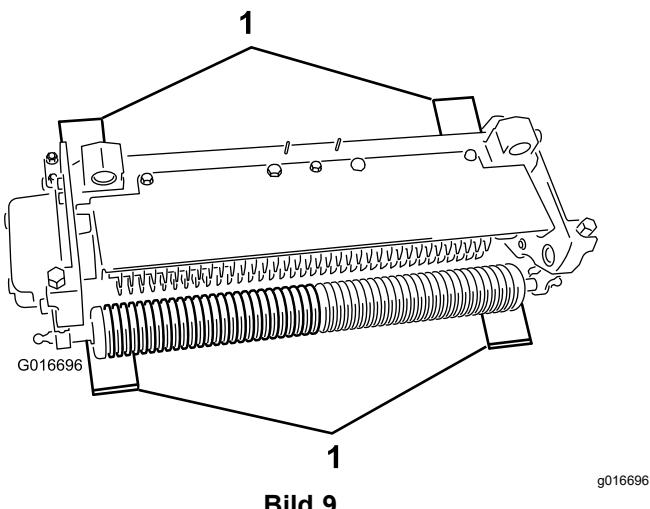

Bild 9
2. Legen Sie vier Messlehrnen mit der gewünschten Einstechtiefe des Messers unter die Frontrolle und die Hinterräder des Vertikutierers (Bild 9).